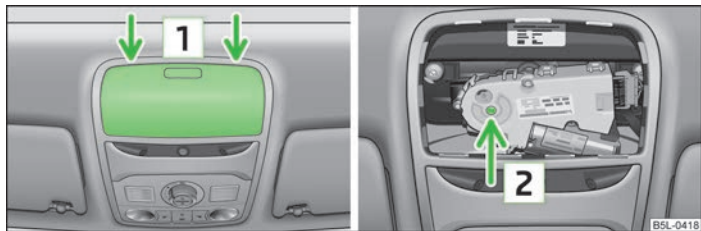

Fig. 22 Punct de amplasare a șurubelniței/orificiul pentru amplasarea cheii
- Introduceți o șurubelniță de cca. 5 mm lățime în fantă, cu atenție, în locul marcat cu săgeți **1** » fig. 22.